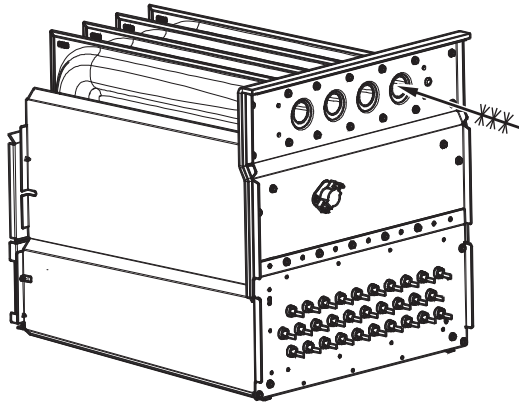

Fig. 71 – Limpieza de la celda del intercambiador de calor ^{A11273SP}
7. Limpie las aberturas del intercambiador de calor con un cepillo blando y una aspiradora. Consulte la Fig. 71.